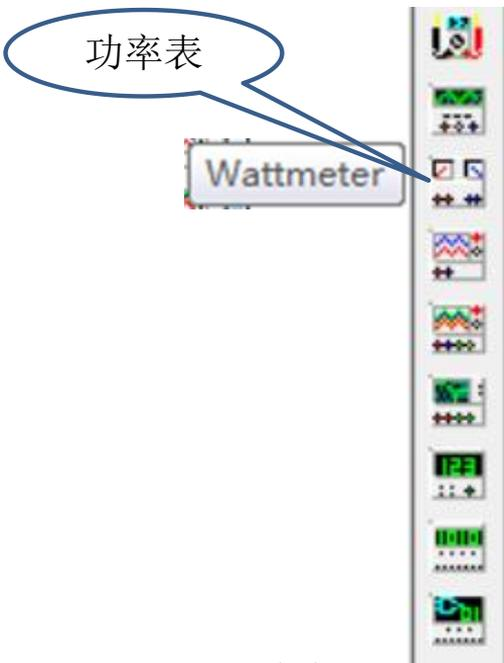
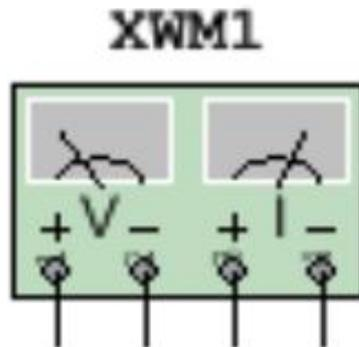
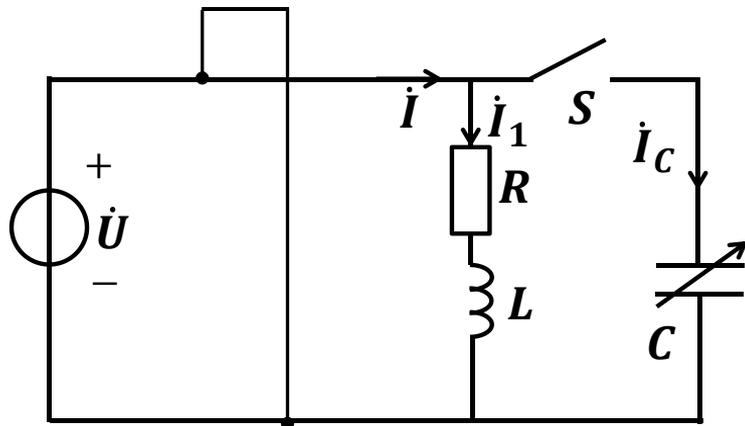

图3
图4
图5
功率表的使用：在Multisim主窗口右侧的虚拟仪器工具栏如图3所示，单击Wattmeter，即可在主窗口放置功率表，如图4所示。
- 1) 电路如图3所示，其中电源的有效值为 $220V$ ，频率为 $50Hz$ ，电阻 $R = 100\Omega$ ，电感 $L = 0.3185H$ 。测量图5所示电路开关断开时的功率因数，并填入表1中；